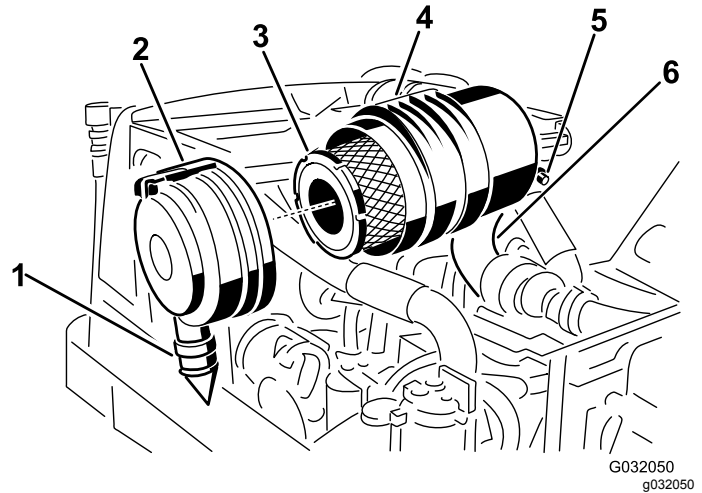

Figura 46
2. Retire o filtro principal (Figura 46).
3. Substitua o filtro principal (Figura 46).
entre cerca das 5h00 a 7h00 quando vista da extremidade, e prenda o trinco (Figura 46).